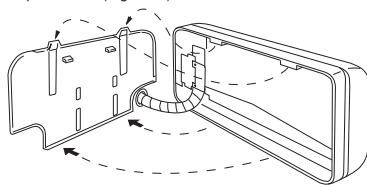

Fig. 3-61
- (2) Spingere i fili, la tubazione refrigerante e il tubo flessibile di scarico attraverso il foro praticato nel muro. Regolare l'unità interna affinché sia montata in sicurezza sul pannello posteriore. (Fig. 3-61)